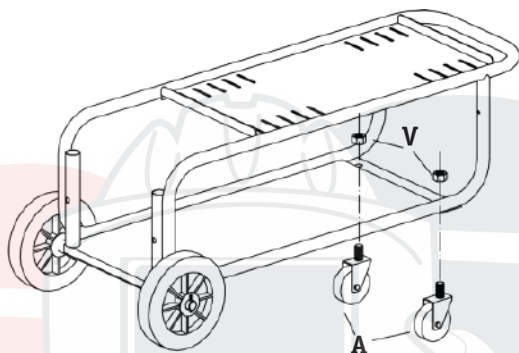

Рис. 5.3. Установка передних колес.
2. Установите передние поворотные колеса (См. рис. 5.3).